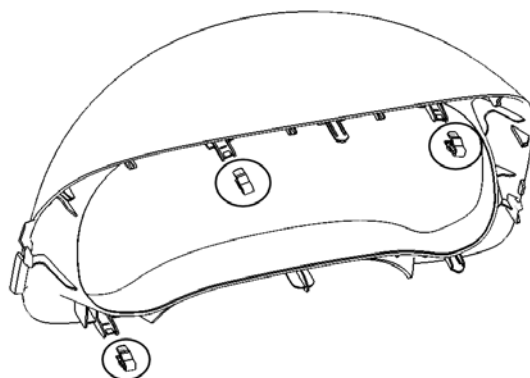

图 35 组合仪表罩板背面结构示意图
(2) 拆卸前请了解产品背面结构，该产品有三个安装卡扣安装在背面（见图 35），其余都是产品本身结构安装。
(3) 拆卸该产品时不建议用一字螺丝刀等工具拆卸，会破坏产品外表面。